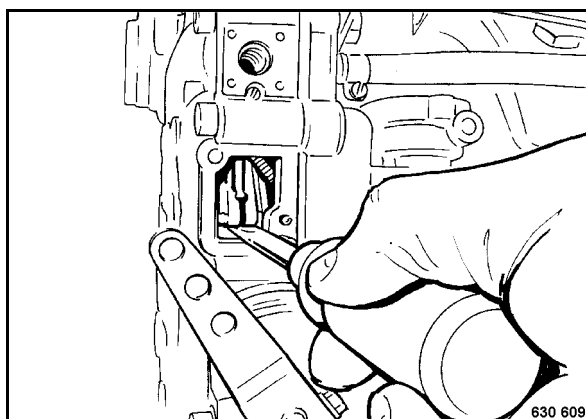

Fig. 76
- Desenganchar el émbolo de la bomba (Fig. 76) en el balancín hacia la bomba de inyección.